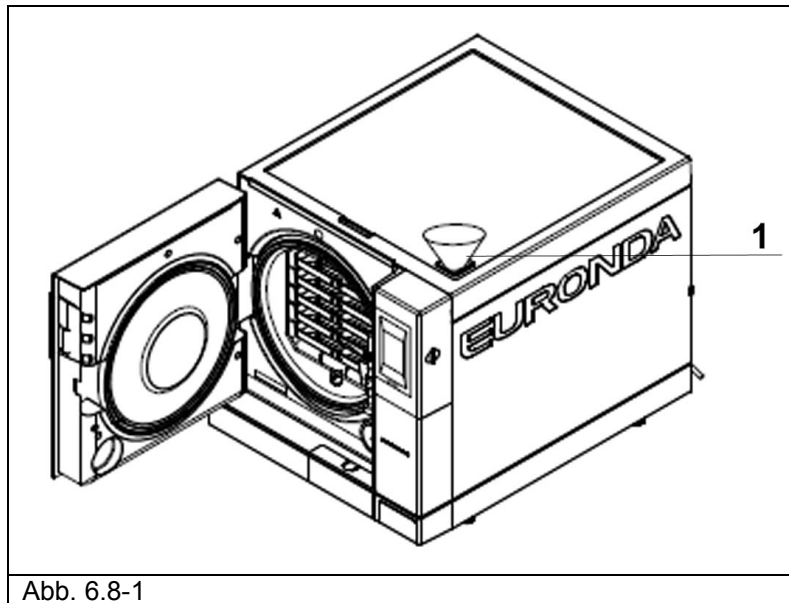

Abb. 6.8-1
2. Die Verschlusschraube des oberen Deckels öffnen, den mitgelieferten Trichter in die Öffnung setzen (1 in Abb. 6.8-1) und destilliertes Wasser von Hand einfüllen. Dabei die im Kap. 5.3 "Technische Daten" angegebene Menge beachten. Den in der Einfüllöffnung angegebenen MAX Füllstand nicht überschreiten. Das Wasser kann auch über den Deionisator (Option, Anhang 10) zugeführt werden. Für die Installation dieser zusätzlichen Einrichtung wird auf die mit dem Deionisator gelieferte Bedienungsanleitung "Aquafilter" verwiesen.
2. Den Frischwassertank mit neuem, sauberem Wasser füllen (1 in Abb. 6.8-1).